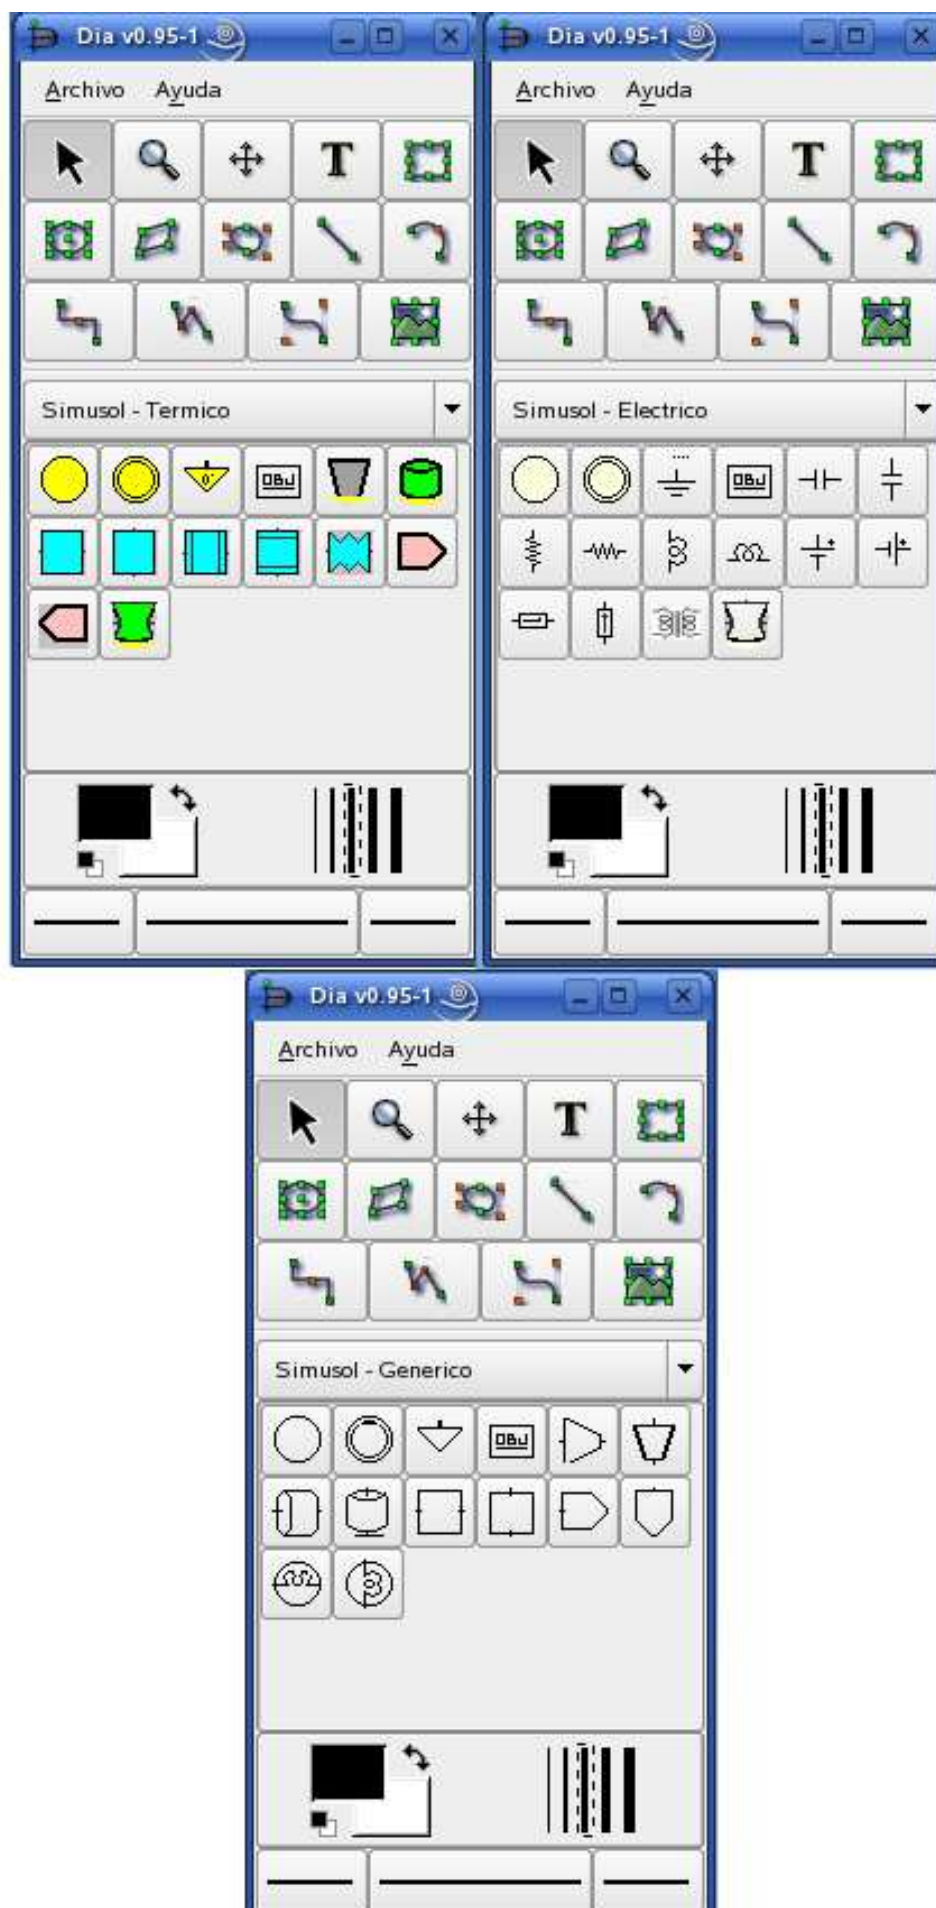

Figura 2.1: Instancias del menú principal de Dia, con las hojas “Simusol - Termico”, “Simusol - Electrico”, “Simusol - Generico”
- El menú de texto central, (en el primero mostrado en la figura 2.1 dice Simusol - Termico). Luego de “clickea” ... se despliegan los nombres de todas las hojas o menús gráficos para que se pueda seleccionar alguna.